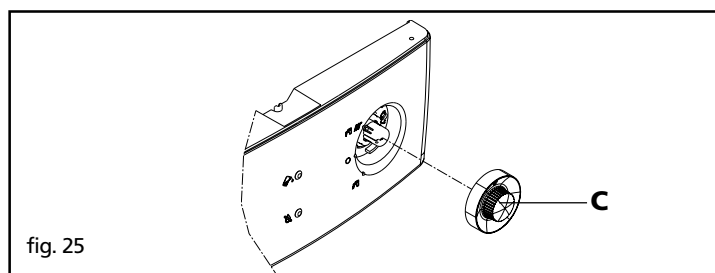
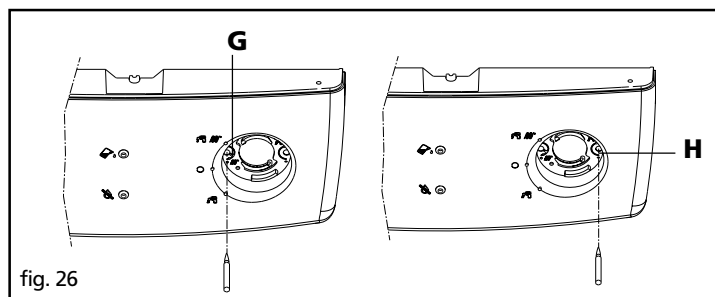

fig. 25
fig. 26
La temperatura di funzionamento dell'acqua di riscaldamento è pretarata in fabbrica a circa 60 °C. La caldaia dispone di un sistema di autoregolazione che provvede a modificare la temperatura di riscaldamento in funzione della richiesta dell'impianto. È comunque possibile tarare diversamente la temperatura sfilando il selettore di funzione (C - fig. 25) ed agendo sull'apposito potenziometro (G - fig. 26) con il cacciavite in dotazione.
La temperatura dell'acqua del circuito sanitario è pretarata in fabbrica a circa 50 °C. È comunque possibile, qualora se ne presentasse la necessità, regolare la temperatura sfilando il selettore di funzione (C - fig. 25) ed agendo sull'apposito potenziometro (H) - fig. 26 - con il cacciavite in dotazione.